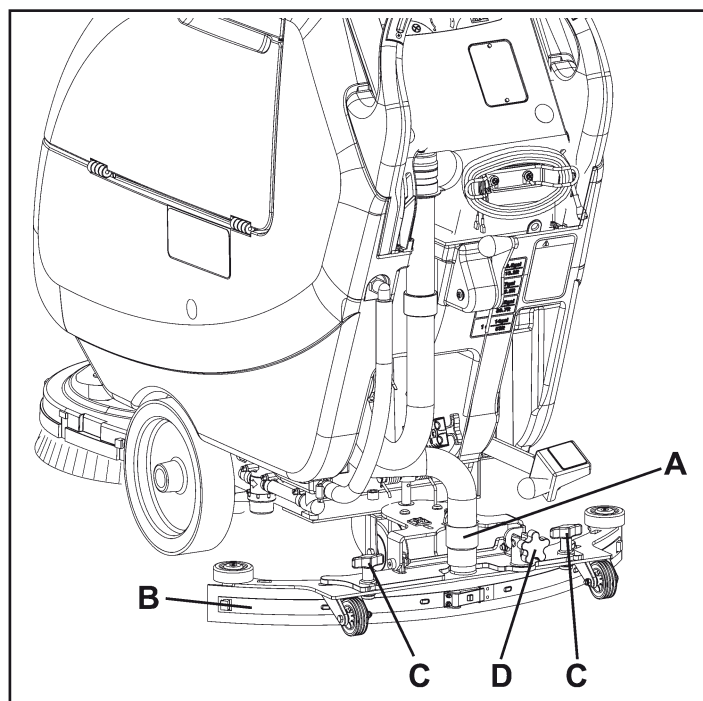
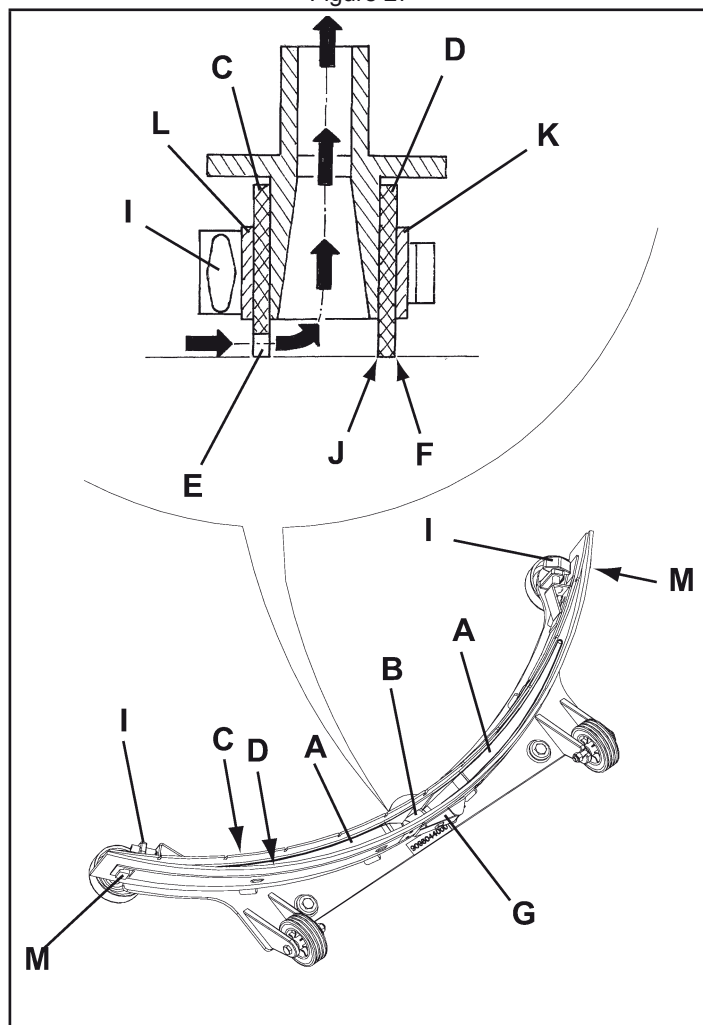

Figure 27
Figure 28
- Contrôler que les bords (E, Fig. 28) de la lamelle en caoutchouc avant (C) et les bords (F) de la lamelle en caoutchouc arrière (D) se posent simultanément sur le marbre de contrôle, et en toute leur longueur ; dans le cas contraire, régler leur hauteur en procédant comme suit :
- Dégager le tirant (G), décrocher les dispositifs de retenue (M) et régler la lamelle en caoutchouc arrière (D), puis accrocher les dispositifs de retenue (M) et engager le tirant (G).
- Desserrer les boutons (I) et régler la lamelle en caoutchouc avant (C), puis serrer les boutons.
- Contrôler que la lamelle en caoutchouc avant (C) et la lamelle en caoutchouc arrière (D) sont intactes et qu'elles ne présentent pas de coupures ou déchirures ; dans le cas contraire, les remplacer en procédant comme suit. Contrôler aussi que l'arête avant (J) de la lamelle en caoutchouc arrière (D) n'est pas usée ; dans le cas contraire, renverser la lamelle, en remplaçant l'arête usée avec l'arête qui est encore intacte. Si toutes les arêtes sont usées, remplacer la lamelle en caoutchouc en procédant comme suit :
- Dégager le tirant (G), décrocher les dispositifs de retenue (M), déposer la bande de retenue (K) et remplacer / tourner la lamelle en caoutchouc arrière (D). Pour la repose, procéder dans l'ordre inverse de la dépose.
- Dévisser les boutons (I) et déposer la bande de retenue (L), puis remplacer la lamelle en caoutchouc avant (C). Pour la repose, procéder dans l'ordre inverse de la dépose.
- Connecter le tuyau d'aspiration (A, Fig. 27) à l'embouchure.
- Reposer l'embouchure (B) et serrer les boutons (C).
- Si besoin est, régler le bouton de réglage (D) de l'équilibrage de l'embouchure.